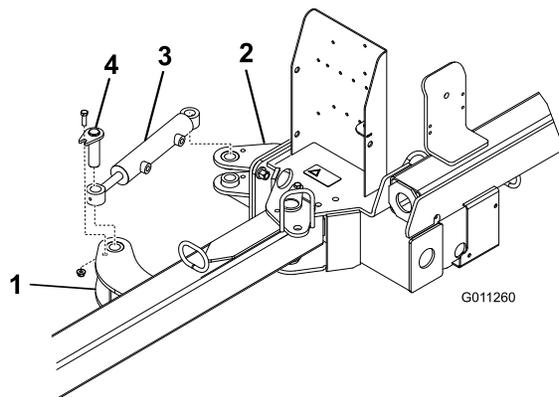

图6
2. 用插销组件、螺栓（3/8 x 1-1/4 英寸）和凸缘螺母（3/8 英寸）将液压油缸的两端固定到提升器凸耳上（图6）。